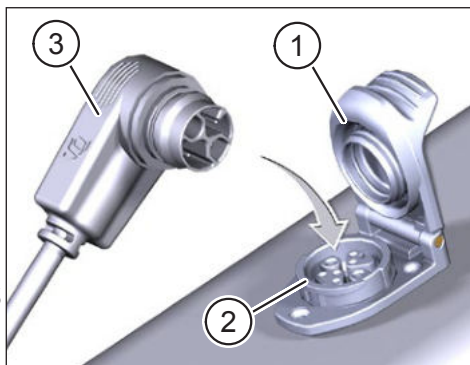

Fig. 1: Caricare la Battery
- ▶ Aprire il coperchio (punto 1 in Fig. 1) della presa delle ricariche (punto 2 in Fig. 1) nel telaio della bicicletta.
- ▶ Regolare la spina di ricarica (punto 3 in Fig. 1) del caricabatterie o del Range Extender in modo che i codici della spina di ricarica e della porta di ricarica corrispondano (vedi Fig. 1).
- ▶ Inserire la spina di ricarica (punto 3 in Fig. 1) del caricabatterie o del Range Extender nella porta di ricarica.